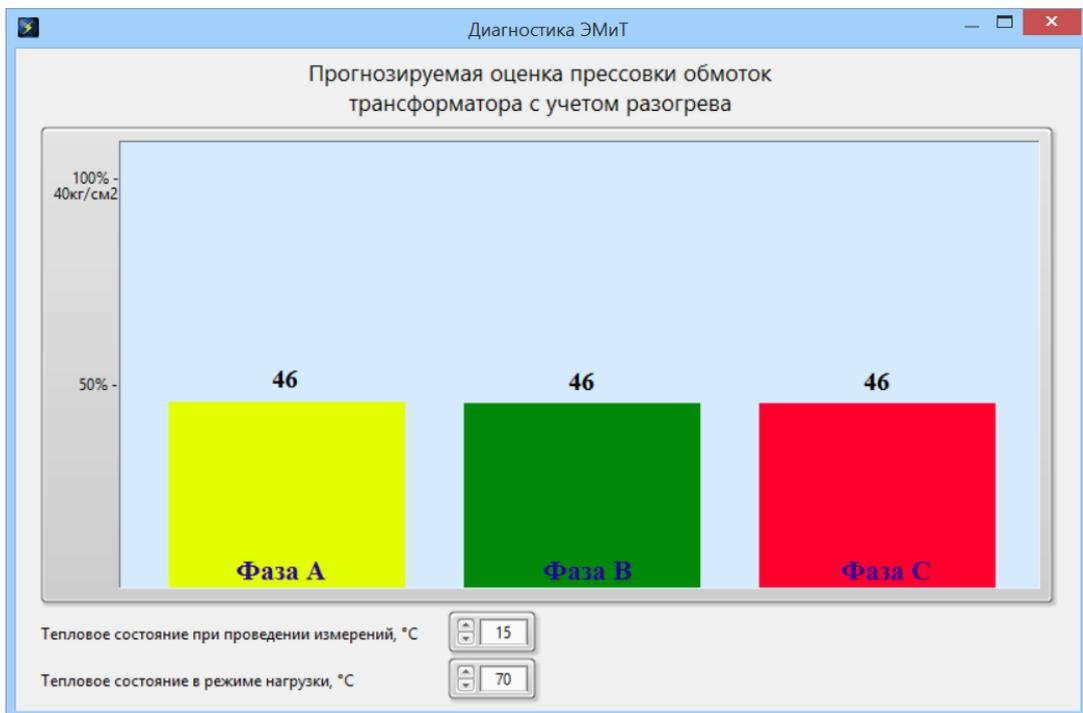

Рис. 13
3.4.2. Кнопка «С учетом разогрева» открывает окно оценки усилия прессовки обмоток с учетом теплового состояния трансформатора (рис. 13).